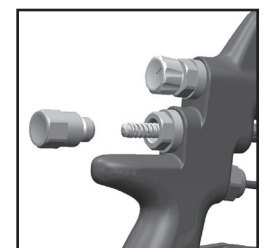

Fig. 9
3. Dévisser le chapeau d'obturation et déposer le ressort et la virole d'aiguille. (voir fig. 9 & 10).
7. Visser le chapeau d'obturation. (voir fig. 9).